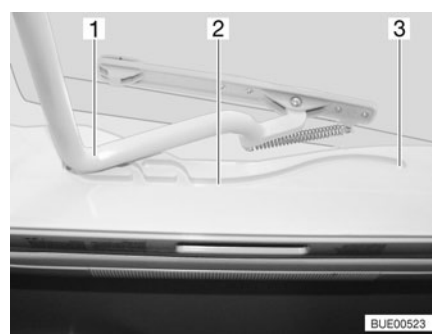

Fig. 64 Lanterneau Heki, glissière
- Tirer l'étrier (Fig. 64,1) dans les glissières (Fig. 64,2) jusque dans la position la plus reculée (Fig. 64,3).
- Pousser l'étrier (Fig. 64,1) légèrement vers le haut avec les deux mains.
- Tirer l'étrier dans les glissières (Fig. 64,2) jusqu'à la position souhaitée.